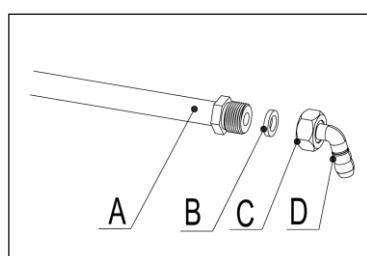

Рисунок 5
- D: Переходник для шланга (см. Рисунок 5\*)